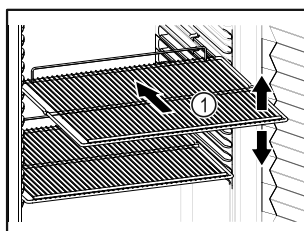

Fig. 82 Ilustratīvs attēlojums
- ❑ Ja novietošanas režīji *Fig. 82 (1)* ir novirzāmi, pielāgojiet tos pēc augstuma.